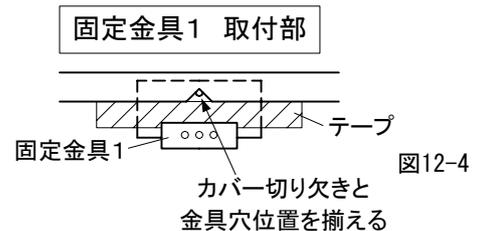

図12-4
- ①エンドカバーを吊戸本体の基準面(背面と底面)に合わせ、四隅の取付穴をけがいてください。(図12-4)
- ②①でけがいた箇所にΦ1.5の穴(深さ5mm程度)をあけてください。
- ③所定のネジでエンドカバーを固定し、ネジ頭隠しシールを貼付けてください。